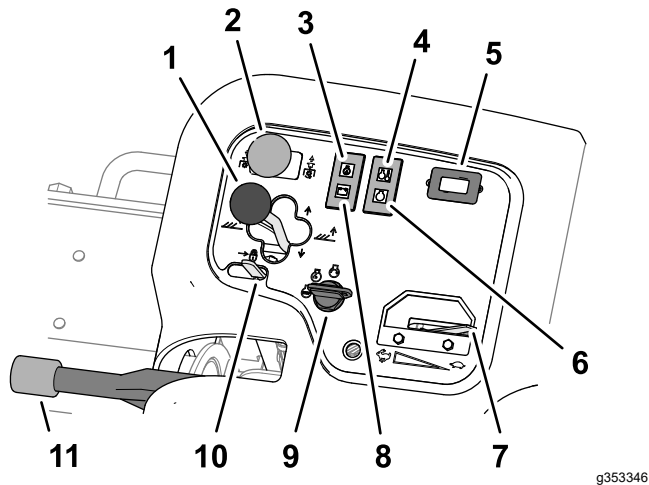

Figura 43
- Pentru a coborî unitățile de tăiere pe sol, împingeți în față joystick-ul pentru unitatea de tăiere, în poziția COBORÂRE (Figura 43).
Comutatorul de acionare pentru unitatea de tăiere (Figura 43) are 2 poziții: CUPLARE și DECUPLARE. Comutatorul basculant acționează o electrovalvă din blocul de valve pentru a antrena unitățile de tăiere.
Lampa de avertizare presiune ulei (Figura 43) se aprinde dacă presiunea uleiului de motor scade sub un nivel sigur.
Lampa de avertizare temperatură lichid de răcire pentru motor (Figura 43) se aprinde dacă temperatura lichidului de răcire pentru motor este ridicată. La această temperatură, unitățile de tăiere se opresc. Dacă temperatura lichidului de răcire crește cu încă 5,5 °C, motorul se oprește pentru a preveni deteriorări ulterioare.
Contorul orar (Figura 43) indică numărul total de ore de funcționare a mainii. Contorul orar începe să funcționeze ori de câte ori rotii cheia de contact în poziția de pornire.
Indicatorul luminos cu privire la bujia incandescentă (Figura 43) se aprinde atunci când sunt activate bujiile incandescente.
Deplasați maneta de accelerație (Figura 43) spre față pentru a măări turația motorului și spre spate pentru a reduce turația motorului.
Indicatorul luminos pentru alternator (Figura 43) se stinge atunci când motorul este în funcțiune. Dacă se aprinde indicatorul luminos pentru alternator în timp ce motorul funcționează, verificați sistemul de încărcare și reparați-l dacă este necesar.
Utilizai cheia de contact (Figura 43) pentru a porni motorul i aprinde luminile. Cheia de contact are 3 poziii:
Deplasai elementul de blocare manetă de ridicare (Figura 43) în spate pentru a preveni căderea unităilor de tăiere.
Oricând oprii motorul, cuplai frâna de parcare (Figura 43) pentru a preveni deplasarea accidentală a mainii. Pentru a cupla frâna de parcare, tragei în sus maneta; pentru a decupla frâna, împingei în jos maneta.